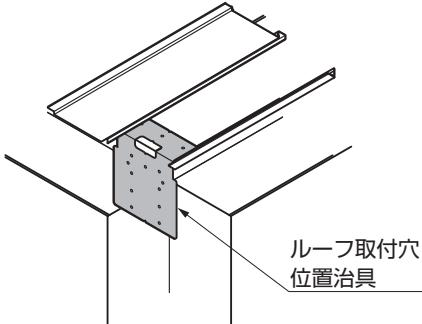
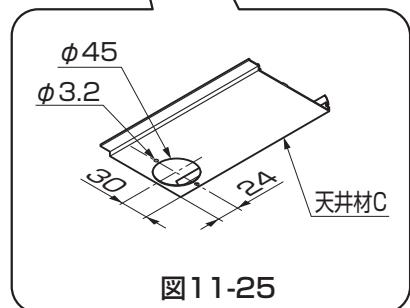

図11-24
図11-25
- ルーフ取付穴位置治具の折り曲げ部を樋の入隅部に突き当てるとき正確に位置出しができます。(図11-24参照)
- ②アタッチメントパッキンを雨樋アタッチメントに貼付けて樋に【6-1】で取付けてください。
- ③天井材Cにφ45の穴を現場加工してください。(図11-25参照)
- ④天井材を取付けてください。